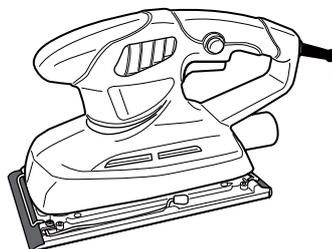

Fig. 7
- > Serrez le papier à poncer (12) et fixez l'autre extrémité à l'aide de la deuxième pince (9) (Fig. 7).